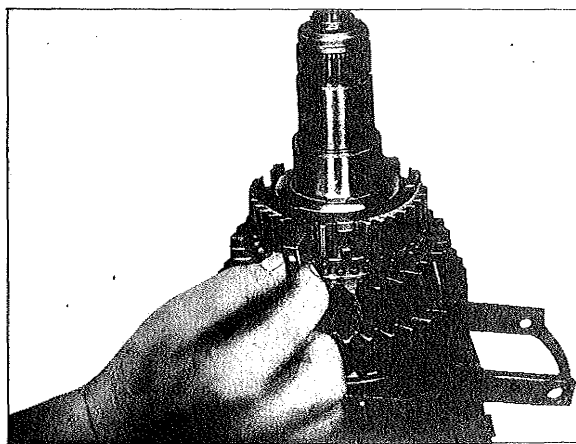

Fig. 32
12. Poser la bague de synchronisation (402) sur le cône de l'engrenage de la 2e vitesse (la denture orientée vers le bas). Porter le synchroniseur (416) à une température d'environ 80°C et l'emmancher à force avec la douille „10". Engager le jonc d'arrêt (415) qui doit bien serrer dans son logement. Les joncs d'arrêt ont les épaisseurs suivantes: 2,4 et 2,5 mm.
13. Coller avec de la graisse dans les alésage du synchroniseur (fig. 32) chaque fois un ressort de pression (406), un axe à rotule (405) et un ressort de pression (404).